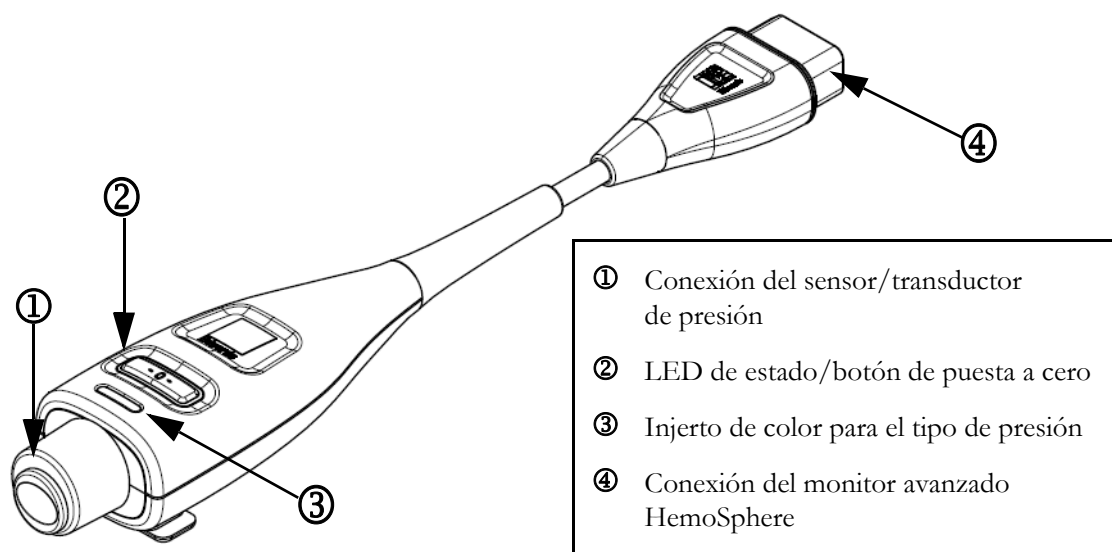

Figura 10-1 Cable de presión HemoSphere
El cable de presión HemoSphere adquiere y procesa una única señal de presión de transductores de presión desechables (TPD) Edwards compatibles, como el TPD TruWave o un sensor FloTrac. Se conecta un sensor FloTrac o Acumen IQ a un catéter arterial existente para obtener parámetros hemodinámicos mínimamente invasivos. Puede conectar un transductor TruWave a cualquier catéter de monitorización de presión compatible para obtener la presión intravascular basada en la ubicación. Consulte las instrucciones de uso proporcionadas con cada catéter para conocer las instrucciones específicas sobre su colocación y uso, y para conocer las advertencias, los avisos y las especificaciones pertinentes. El cable de presión HemoSphere puede monitorizarse a través de dos modos de monitorización de tecnología basados en el sensor/transductor emparejado: el modo de monitorización de los sensores **FloTrac** o **Acumen IQ** o el modo de monitorización de catéter **Swan-Ganz**. El modo de monitorización aparecerá en la parte superior de la barra de navegación (consulte la figura 5-2 en la página 83). El aspecto y los puntos de conexión del cable de presión HemoSphere se muestran en la figura 10-1.
Injerto de color para el tipo de presión. Si lo desea, puede utilizar un injerto del color adecuado en el cable de presión para indicar el tipo de presión monitorizada. Consulte ③ en la figura 10-1 a continuación. Los colores son los siguientes:
- Rojo para la presión arterial (PA)
- Verde para el gasto cardíaco (GC)
Pulse el botón físico de puesta a cero  directamente en el cable de presión y manténgalo pulsado durante tres segundos (consulte la figura 10-1).